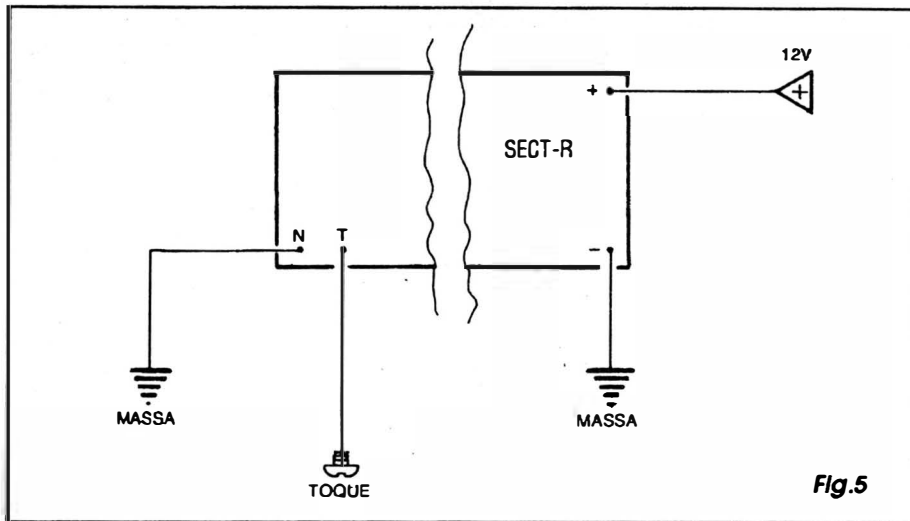

Fig.5
- FIG. 5 - CONTATO DE TOQUE (APARENTEMENTE...) ÚNICO... - O diagrama detalha a última proposição, para utilização simplificada num veículo... Notar que a própria cabagem de alimentação já fica simplificada, uma vez que o **negativo** poderá ser puxado de qualquer ponto de *massa* próximo ao próprio local de instalação do circuito da SECT-R... Além disso, estabelece-se um contato de toque *único* (ligado ao ponto T da placa...), sendo que o *outro* contato é representado